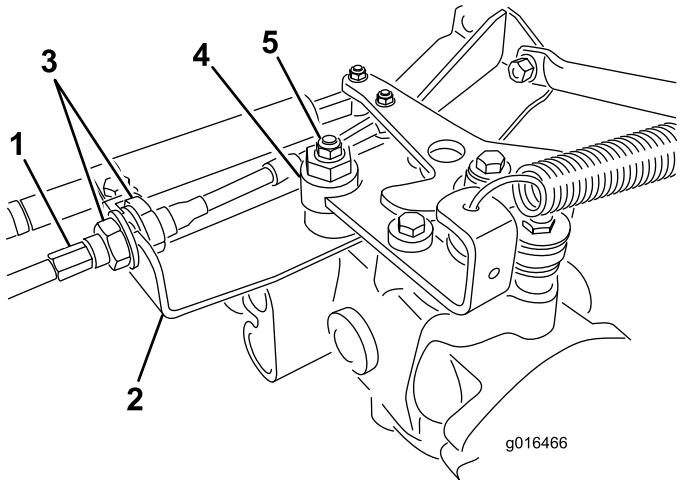

Figura 40
- A. Allentate entrambi i controdadi che fissano il cavo di comando della trazione alla paratia dell'igrostat (Figura 40). Verificate che i controdadi siano ugualmente allentati, in modo sufficiente da consentire la messa a punto.
Nota: Allentate il dado che fissa l'eccentrico alla parte superiore dell'igrostat (Figura 40).
- E. Quando la ruota cessa di girare, serrate il dado di bloccaggio dell'eccentrico per mantenere la messa a punto (Figura 40).
- G. Da ambo i lati della piastra serrate in modo uniforme i dadi che fissano il cavo di trazione alla piastra (Figura 40). Non torcete il cavo.